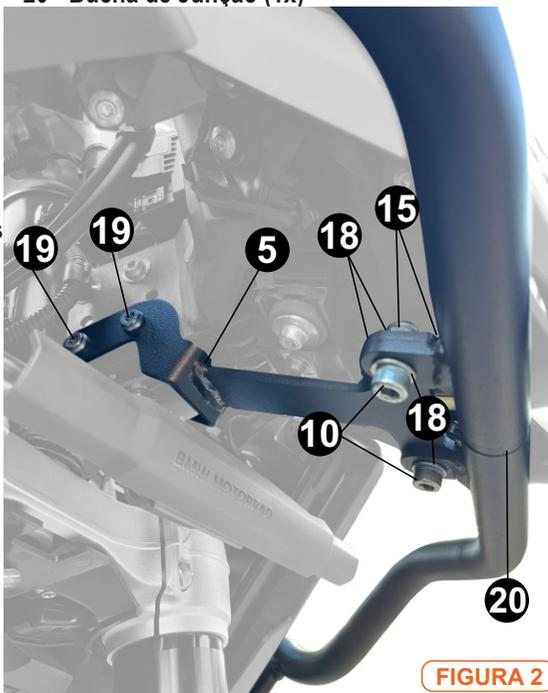

FIGURA 2
- Fixe o suporte frontal, figura 2.
- Na parte frontal deve-se utilizar a bucha de junção entre as peças, seguindo a figura 2.